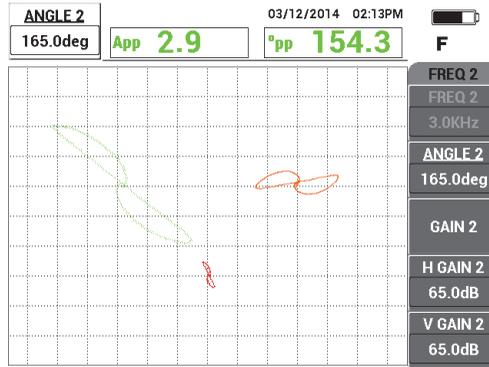

Figura 5-140 Regolazione dell'angolo della frequenza 2
5. Premere due volte il tasto ANGLE () ed in seguito regolare l'angolo del segnale della frequenza 2 (rosso) fino a quando il segnale del foro viene orientato quasi verticalmente (vedere Figura 5-140 a pagina 239).